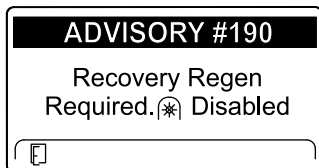

Bild 40
- Recovery regeneration required – power takeoff disabled ADVISORY #190 (Bild 40)